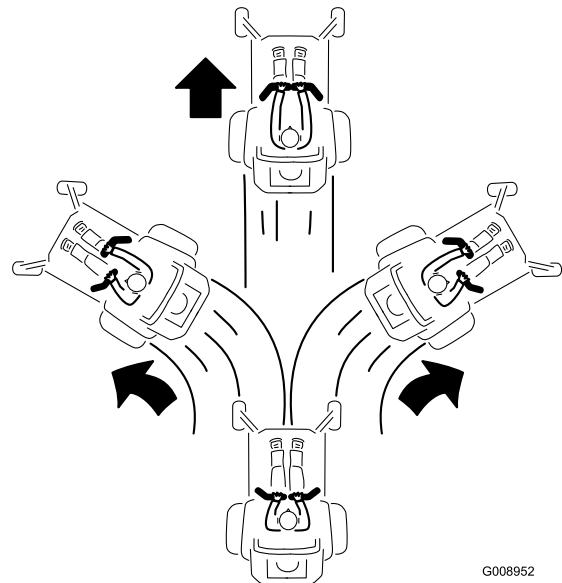

Bild 25
2. Drücken Sie die Fahrtriebshebel langsam nach vorne, um vorwärtszufahren (**Bild 25**).